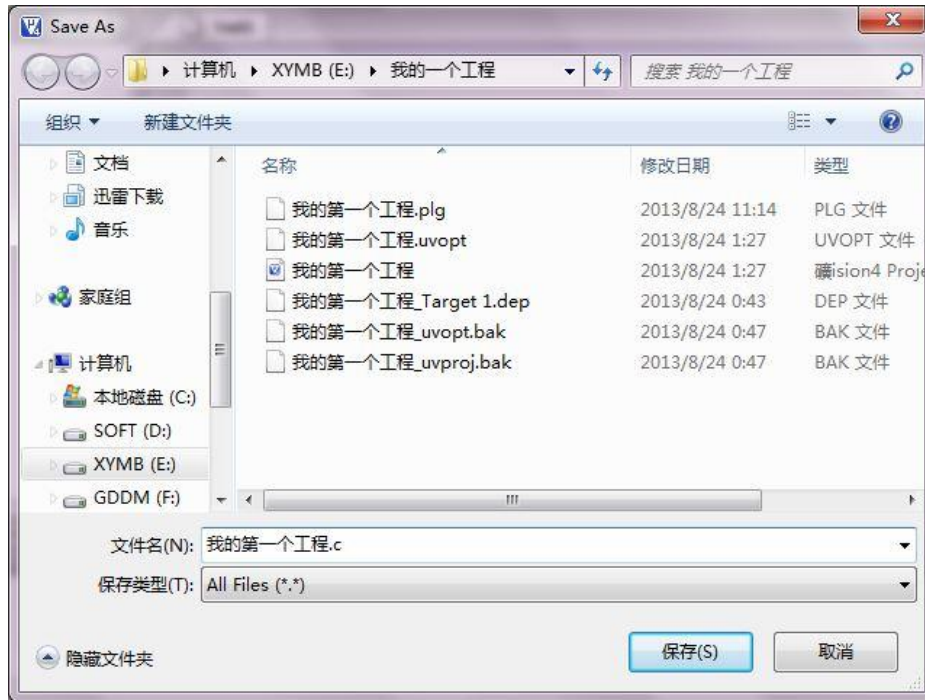

图 2-18 文件保存对话框
6.此时 Keil4 的编辑界面处会有一个“text1”的文本文件，但与刚建立的工程还是没有一点点关系，接着选择 File→Save 菜单项（或 CTRL+S）保存文件，此时弹出如图 2-18 所示的文件保存对话框，Keil4 已经默认选择了工程所在的文件夹路径，所以只需输入正确（一